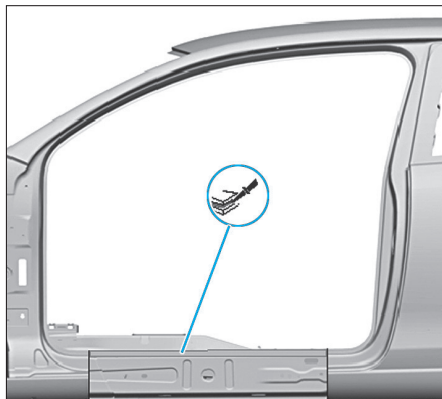

FIG. 95
- Appliquer de la colle bicomposant pour carrosserie sur le flasque de la baie de porte en réalisant un cordon de colle 4 mm de diamètre environ (**Fig.95**).